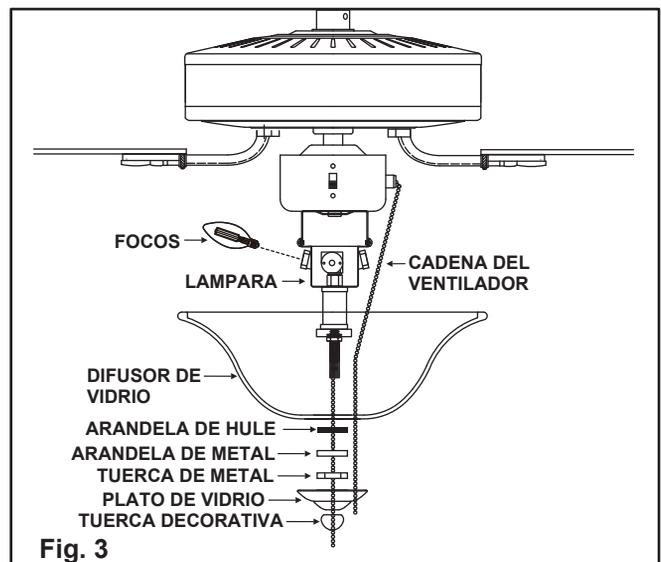

Fig. 3
6. Instala los (3) focos LED de 4W (incluido).
7. Quite la tuerca decorativa, copa de metal, tuerca de metal, arandela de metal y la arandela de hule de la juego de luz. Coloque el difusor de vidrio sobre el vastago de la juego de luz asegurela con la arandelas de hule, arandela de metal, tuerca de metal aprieta hasta que quede ajustada, siga con la copa de metal y la tuerca decorativa. no la sobre-apriete. (Fig. 3)